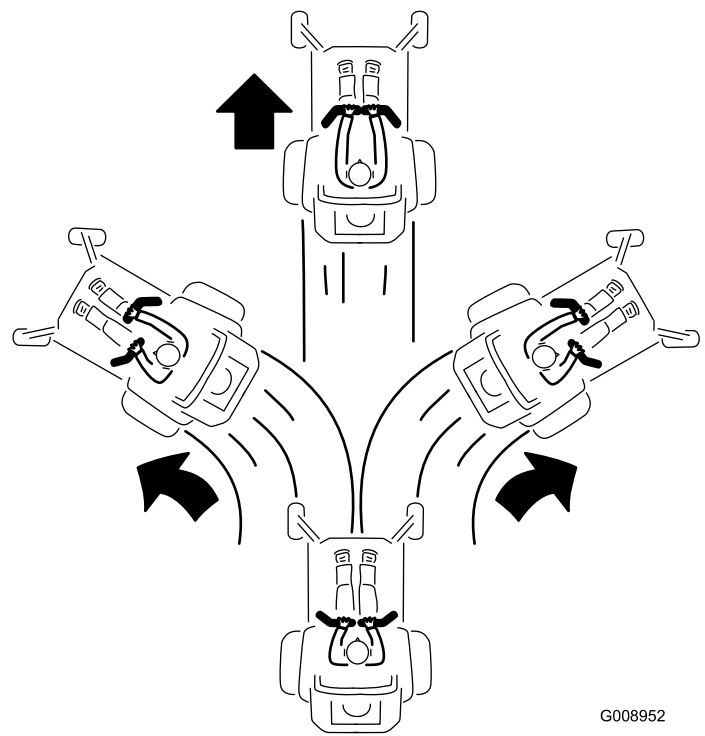

Figure 34
3. Pour vous déplacer en marche avant, poussez lentement les leviers de commande de déplacement vers l'avant (Figure 34).